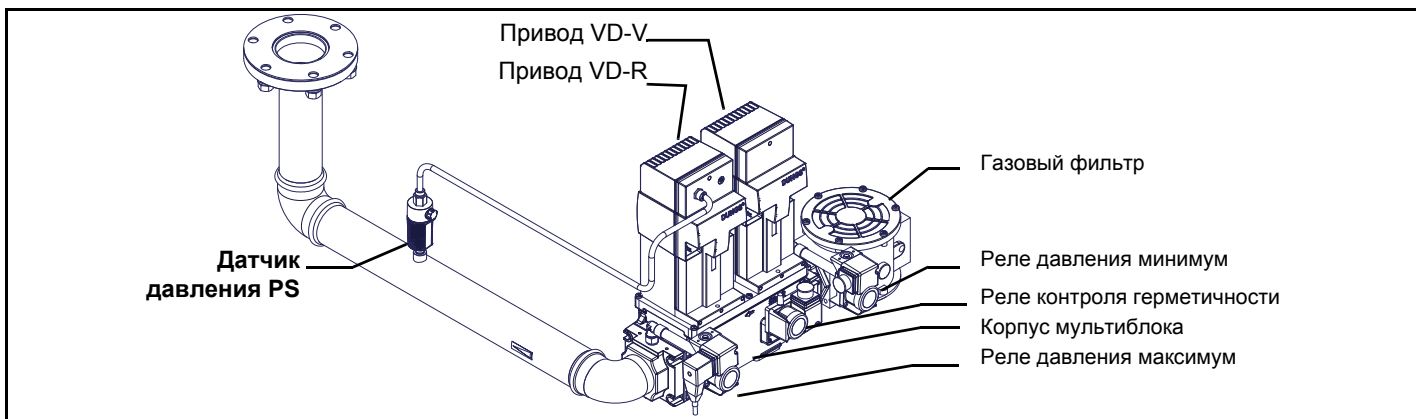

Рис. 7 - Пример газовой рампы
ВНИМАНИЕ: после монтажа газовой ramпы согласно схеме на Рис. 7, необходимо провести тестирование на герметичность газового контура, согласно требований действующих нормативов.
- 1 - б) при фланцевых соединениях: между соседними компонентами устанавливать прокладку (1А..1Е - Рис. 7), совместимую с используемым газом,
ВНИМАНИЕ: после монтажа газовой рампы согласно схеме на Рис. 7, необходимо провести тестирование на герметичность газового контура, согласно требований действующих нормативов.